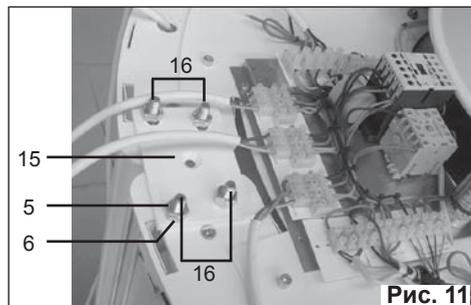

Рис. 11
Винты M10 (16) уже установлены на верхних частях обоих элементов. Установите монтажную плиту так, чтобы винты (16) попали в отверстия на панели и прикрепите ее используя гайки (Рис. 11).